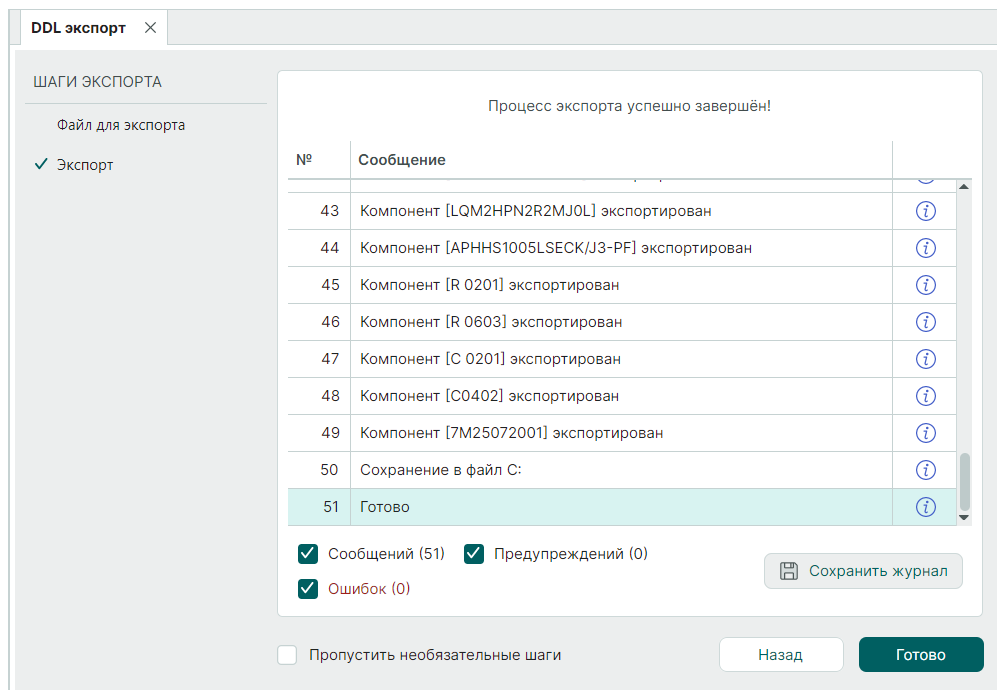

Рис. 34 Экспорт библиотеки
7. Отображается список экспортируемых объектов, см. Рис. 34.